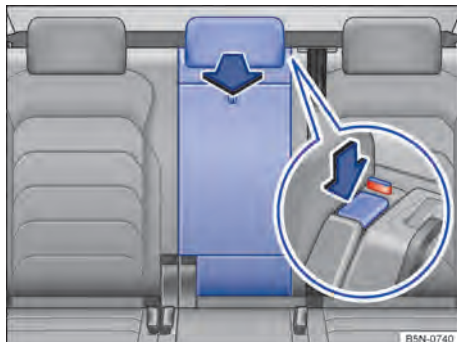

Fig. 222 No encosto do banco traseiro: abrir o dispositivo para transporte de objetos longos.
- Pressionar o botão de destravamento → Fig. 222 no sentido da seta e rebater o dispositivo para transporte de objetos longos para frente.
- A marcação vermelha no indicador de travamento → Fig. 222 (lupa) não pode mais ser visível.
- Uma marcação vermelha no indicador de travamento → Fig. 222 (lupa) sinaliza um dispositivo para transporte de objetos longos não engatado. Verificar sempre se a marcação vermelha não está visível quando o dispositivo para transporte de objetos longos estiver na posição ereta.